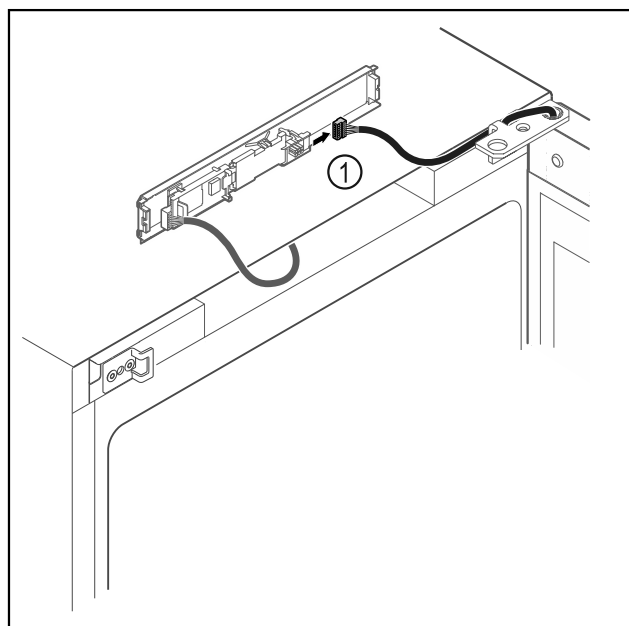

Fig. 16
- ▶ Vytáhněte zástrčku Fig. 16 (1) z desky.